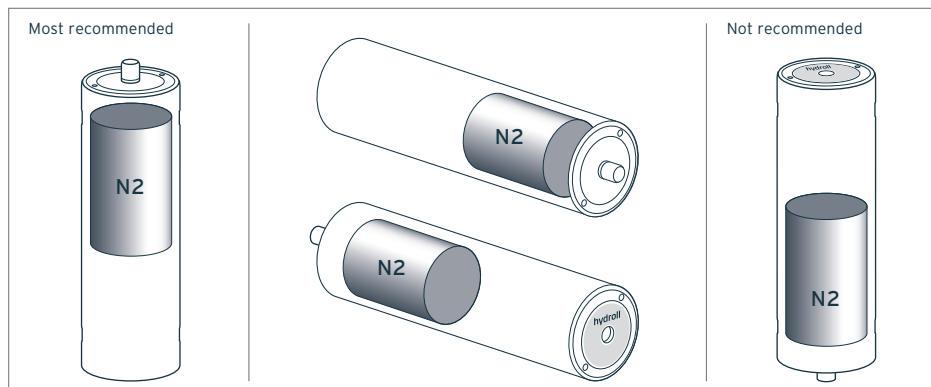

FIGURA 5.2 Posições de montagem
6. Sempre que possível, instale o acumulador na posição vertical, com o lado do gás virado para cima. Deste modo, irá assegurar uma vida útil tão longa quanto possível. São também permitidas outras posições, uma vez que a construção do acumulador de pressão de pistão será funcional independentemente da posição. Consulte a figura 5.2.